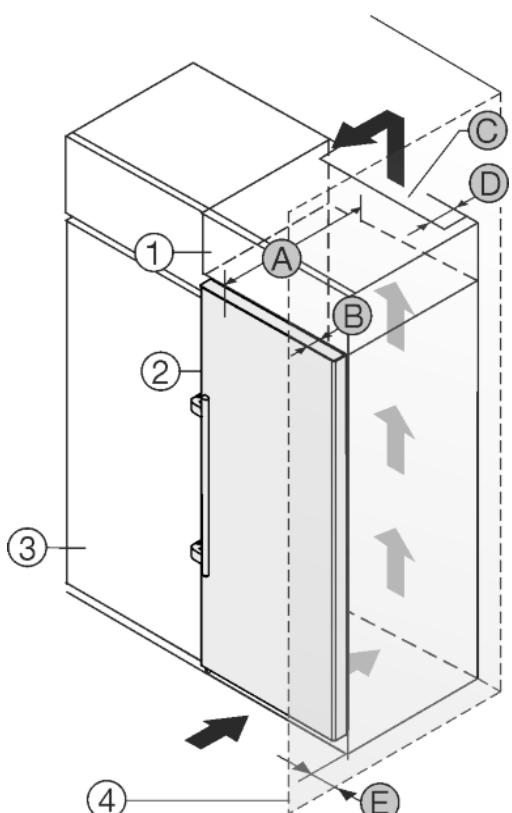

Fig. 23
Уредът може да е обграден с кухненски шкафове. За да изравните височината на уреда Fig. 23 (2) с височината на вградената кухня, над уреда може да се постави шкаф-пристройка Fig. 23 (1).
Уредът да се постави непосредствено до кухненски шкаф Fig. 23 (3). За да могат вратите да се отварят изцяло, уредът трябва да е издаден с дълбочината Fig. 23 (B) спрямо лицето на кухненския шкаф. В зависимост от дълбочината на кухненските шкафове и използването на детайли за отстояние от стената, уредът може да излезе още по-напред.
- От задната страна на шкафа-пристройка трябва да има вентилационен отвор с дълбочина Fig. 23 (D) по цялата ширина на шкафа-пристройка.
- Под тавана на помещението трябва да се спази сечението за вентилация Fig. 23 (C).
Когато уредът се поставя с пантите до стена Fig. 23 (4), трябва да бъде спазено разстоянието Fig. 23 (E) между уреда и стената. Това отговаря на разстоянието, с което дръжките стърчат при отворена врата.